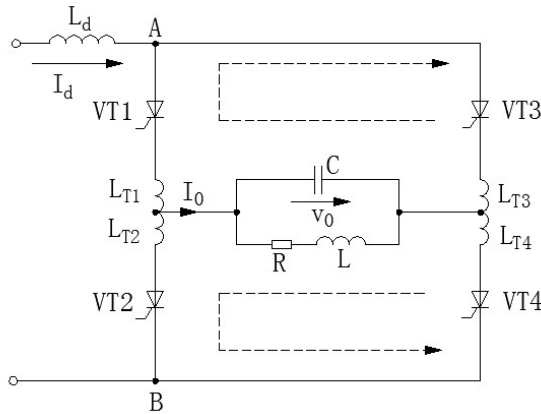

Figura 4-2 Inversor de puente completo de corriente monofásica
(2) Circuito inversor en modo corriente El inversor de puente completo en modo corriente se muestra en la Figura 4-2 y su circuito tiene las siguientes características:
- (A) Gran inductancia en serie en el lado de CC, pequeña ondulación de corriente.
- (B) La corriente de salida de CA es rectangular.
- (C) La inductancia en el lado de CC actúa como amortiguador para la energía reactiva.